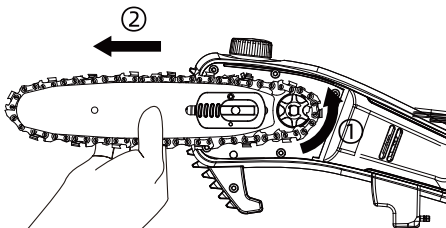

Afb. 4
2.Schuif de ketting in de gleuf rond het zaagblad. Zorg ervoor dat de ketting in de juiste draairichting is geïnstalleerd. (Afb. 4)